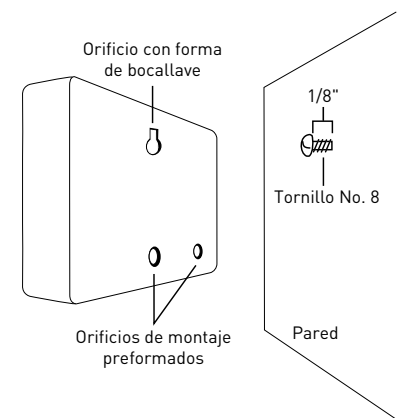

Figura 2: Cuelgue el controlador con un tornillo en el orificio tipo cerradura.
- Deslice el HRC 100 C sobre el tornillo sobresaliente (con la ranura con forma de cerradura en la parte posterior). Consulte la figura 2
- Coloque un tornillo No. 8 a través de uno de los dos orificios preformados ubicados en el gabinete posterior inferior. Consulte la figura 2